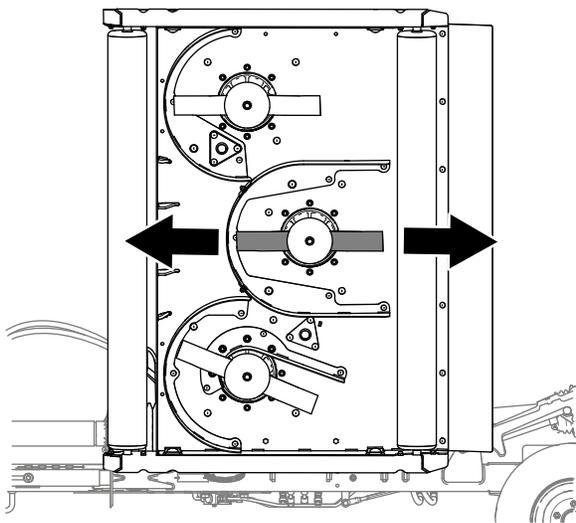

図 72
1. ピッチの調整を行うデッキそれぞれについて、中央のブレードを 図 72 のように整列させる。